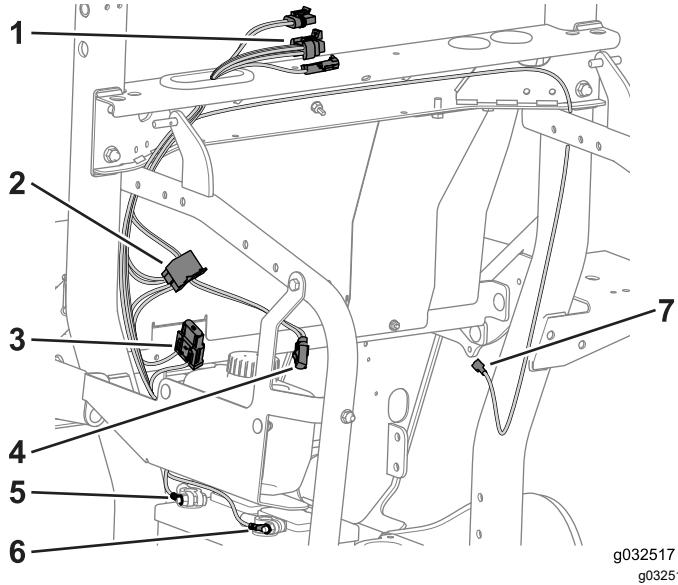

Bild 38
1. Verlegen Sie die drei Kabinenanschlüsse durch die Scheibe (Bild 38).
2. Verlegen Sie das Hilfsstromkabel über der Rahmenstütze und nach unten entlang des Überrollsitzrohrs zu den Bedienelementen (Bild 38).
1. Verlegen Sie die roten und schwarzen Kabel (3,57 mm) entlang des Überrollsitzrohrs an der linken Seite des Rahmens und zur Batterie (Bild 38).